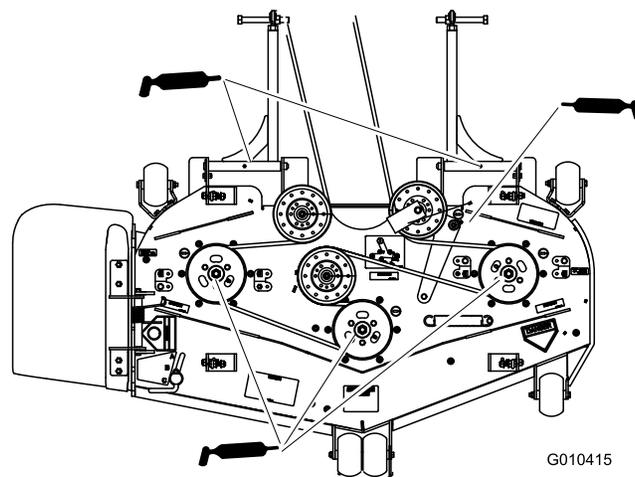

Figura 35
4. Ingrassate i tre cuscinetti del mandrino sotto le pulegge finché il grasso non fuoriesce dalle tenute inferiori (Figura 35).
5. Ingrassate il braccio di rinvio della cinghia, sulla scocca del tosaerba (Figura 35).
6. Lubrificate i raccordi sui bracci di spinta (Figura 35).